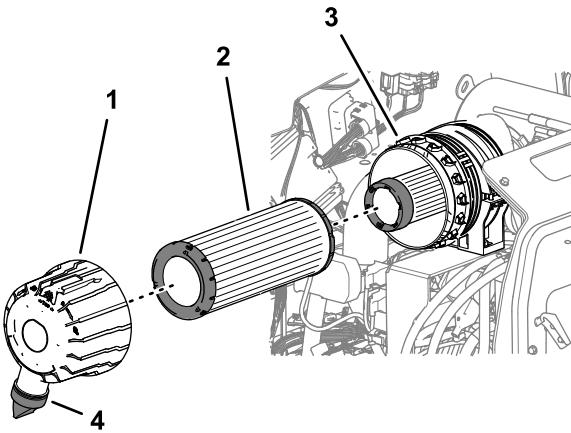

Figura 50
3. Togliete il filtro primario dell'aria (Figura 50).